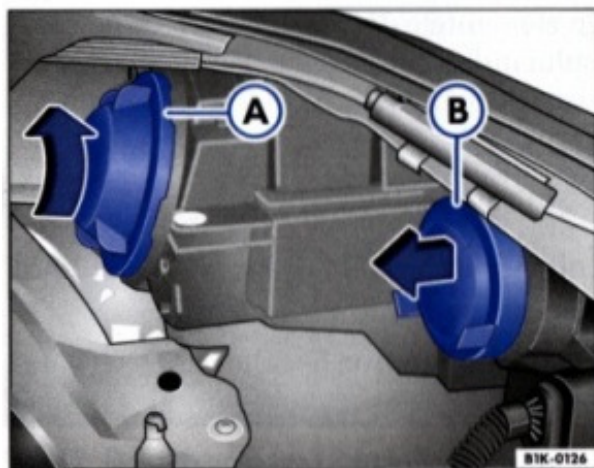

Fig. 32 Capacul A al luminii de întâlnire, capacul B al luminii de drum și de staționare
- Rotiți capacul ⇒ fig. 32 (A) în sensul indicat de săgeată și trageți în spate.
- Rotiți capacul ⇒ pagina 59, fig. 32" (A) contrar sensului săgeții, până se fixează. ◀